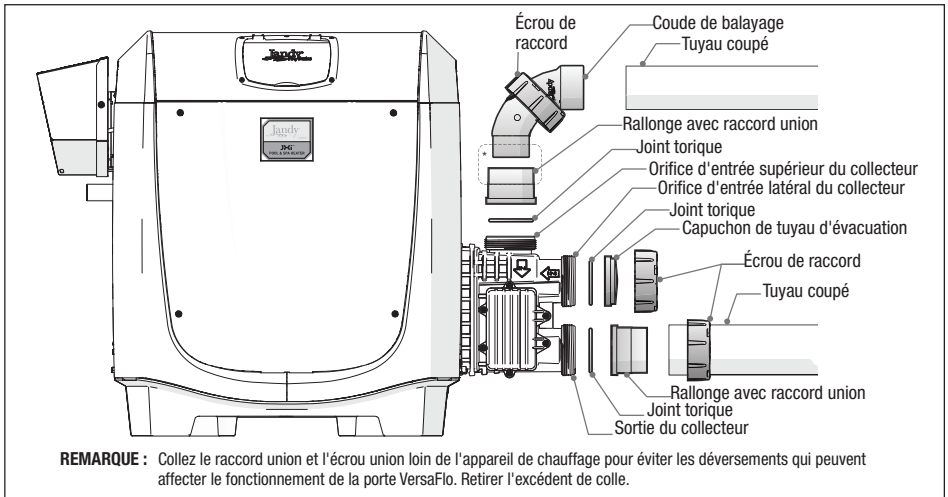

Figure 12. Tuyaerie d'entrée
- Faites glisser l'écrou de raccord sur l'extrémité coupée du tuyau ou coude à grand rayon. Veillez à orienter correctement l'écrou, avec le filetage dirigé vers le collecteur du réchauffeur. Voir Figure 12.